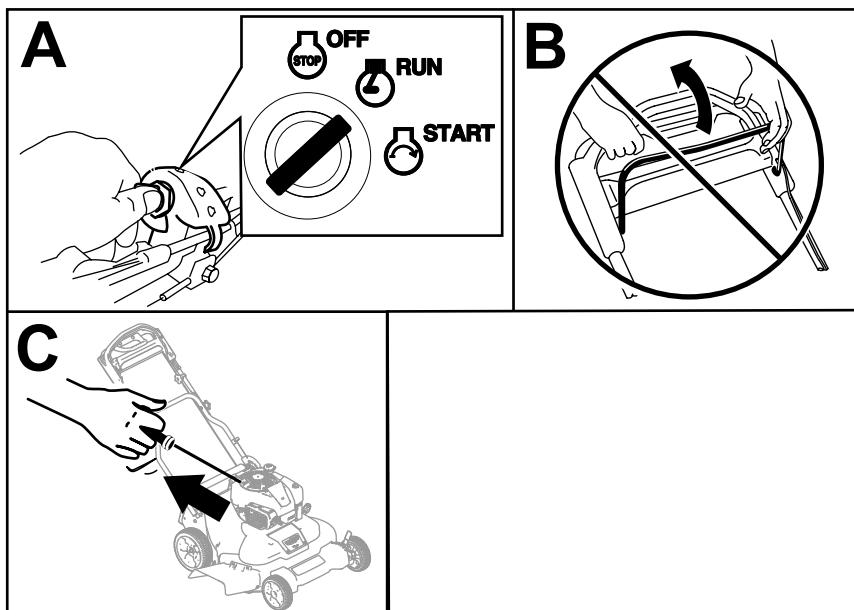

Рисунок 16
- Поверните ключ зажигания в положение RUN (РАБОТА) (вид А на Рисунок 16).
Внимание: Не пытайтесь запускать двигатель с задействованной штангой управления ножом; в противном случае может перегореть плавкий предохранитель (вид В на Рисунок 16).
- Медленно потяните за рукоятку механического стартера назад, пока не почувствуете сопротивление, после чего резко дерните за нее (вид С на Рисунок 16). Дождитесь полного втягивания троса в кожух двигателя.